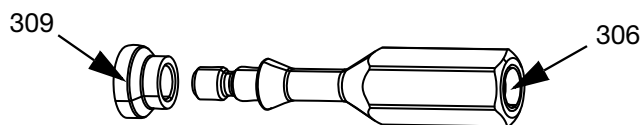

Рис. 15
5. Нанесите синий анаэробный клей, входящий в комплект поставки, на нижнюю резьбу штока поршня (410).
6. Установите переходник штока (306) и произведите затяжку с усилием 2,3 Н•м при помощи ключа на 6 мм или ключа «воронья лапка».
7. Установите материальную часть (E) и выпускной блок (N).
8. Наденьте седло (307) на переходник штока (306).
9. Наденьте седло сопла (309) на переходник штока (306). Соблюдайте направление седла сопла и переходника штока, показанное на Рис. 15.